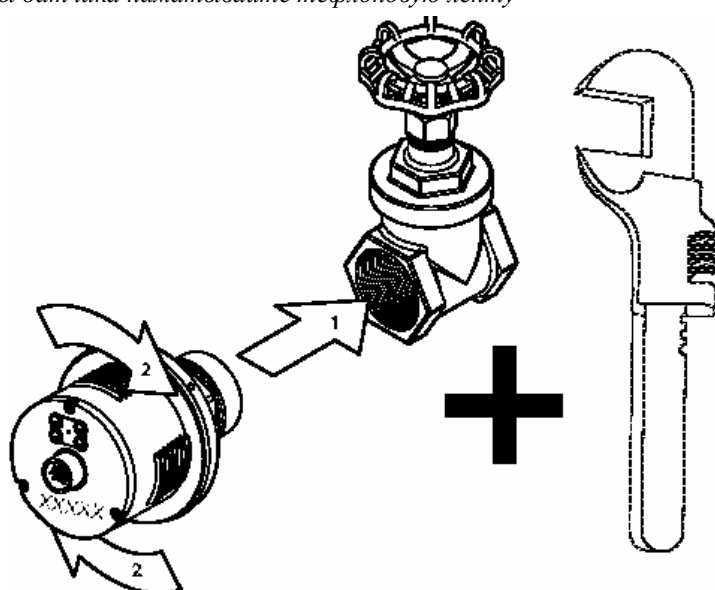

Рис. 3-7. Вворачивание датчика вручную в клапан и затяжка с помощью разводного гаечного ключа
8. Наверните вручную датчик на клапан. См. рис. 3-7 на странице 3-21.